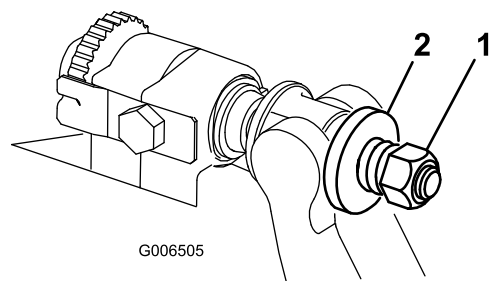

Рисунок 32
- Затяните гайку натяжения пружины так, чтобы пружина полностью сжалась, затем отверните ее на 1/2 оборота (Рисунок 32).
10. Затяните гайку на каждом узле регулировки планки неподвижного ножа до полного сжатия пружины, а затем отпустите гайку на 1/2 оборота (Рисунок 32).